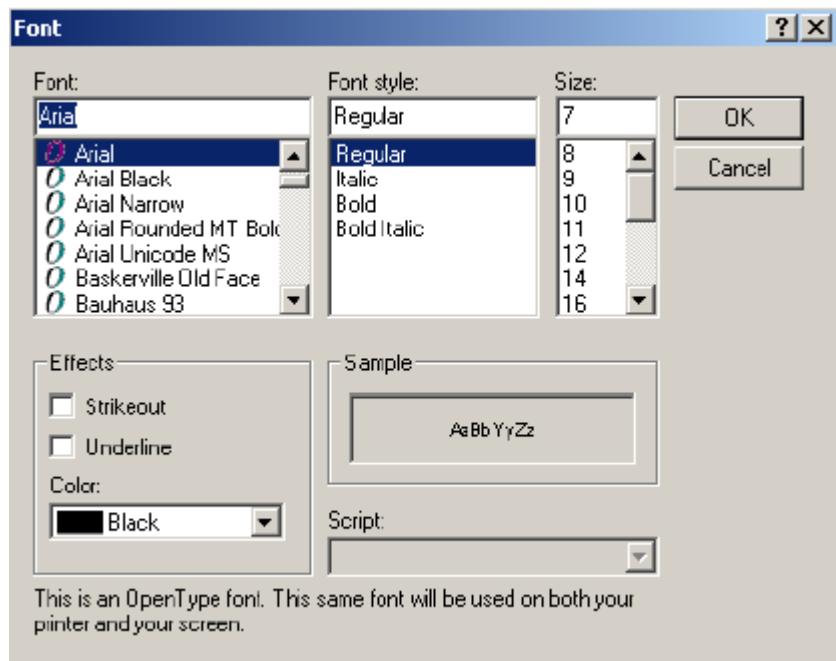

图 11.15:新字体编辑
- 在 ‘Font Size’ 中输入 ‘7’ (如图 11.15 所示)